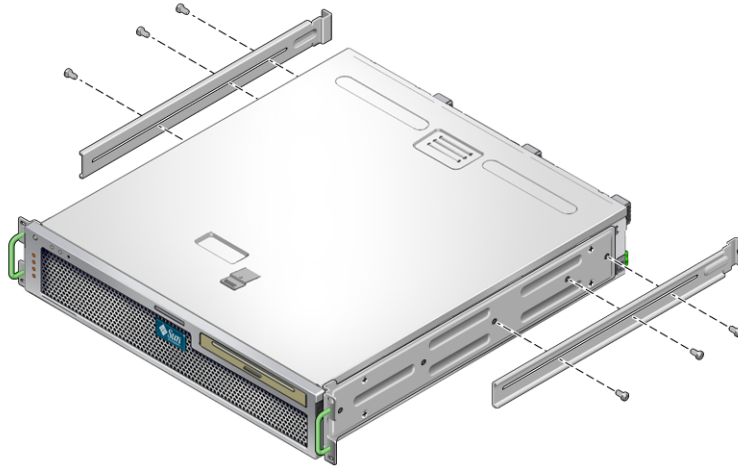

FIGURE 3-3 Fixation des supports de montage arrière
5. **Posez les supports de montage arrière à l'arrière du serveur, en les étendant à la profondeur mesurée du rack (FIGURE 3-3).**